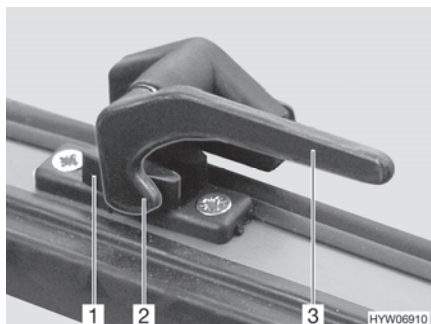

Fig. 68 Levier de verrouillage en position "Fermé"
- Tourner le levier de verrouillage (Fig. 68,3) d'un quart de tour vers le centre de la fenêtre.
- Tourner le levier de verrouillage (Fig. 68,3) d'un quart de tour vers le cadre de la fenêtre. Le tenon de verrouillage (Fig. 68,2) se trouve sur le côté intérieur du verrouillage de fenêtre (Fig. 68,1).
- En position "Fermé" (Fig. 68)